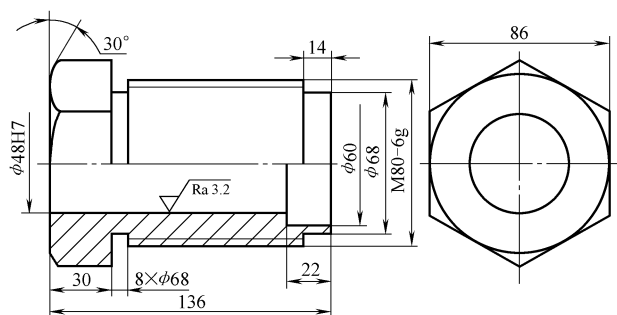

图 4-182 螺帽零件
(10) 根据图 4-182 所示的尺寸图创建螺帽的立体图，文件名为“xiti4-2-10.prt”。